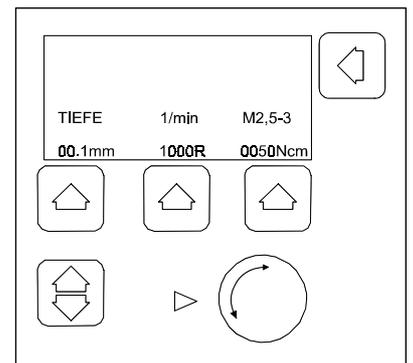

Bild 4-12 Arbeitsmenü
3. Wahlschalter Motor auf »1« stellen. Die Anzeige im Display wechselt auf Arbeitsmenü (Bild 4-12).